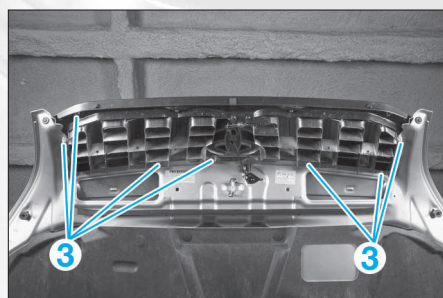

FIG. 3
- Déposer les écrous (3) (Fig.3) et déposer la calandre en veillant à ne pas rayer la peinture.